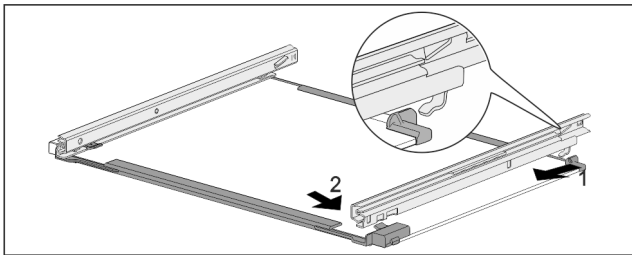

Fig. 151 Стъклена плоча с релси
- ▶ Закачете релсата отзад. *Fig. 151 (1)*
- ▶ Фиксирайте релсата отпред. *Fig. 151 (2)*